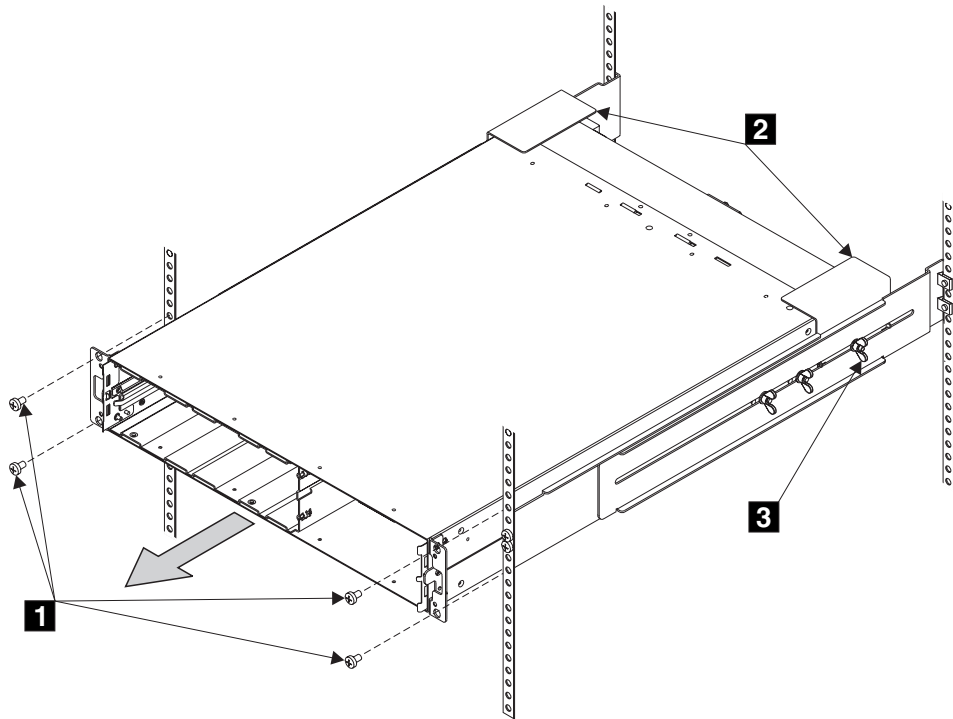

図 256. 2145 UPS の取り外し
7. 2145 UPS の前面から取り付けねじ (図 256 の **1**) を外します。